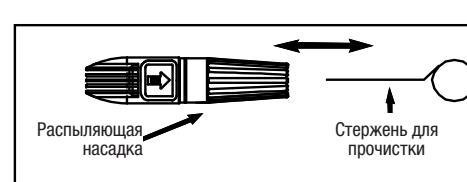

Рисунок 5 – вставьте стержень в отверстие насадки и двигайте его вперед-назад, пока засор не устранится
- Чтобы прочистить насадку, воспользуйтесь входящим в комплект стержнем для прочистки или разогнутой канцелярской скрепкой, вставив ее в отверстие насадки и двигая вперед-назад, пока засор не устранится (см. рис. 5).